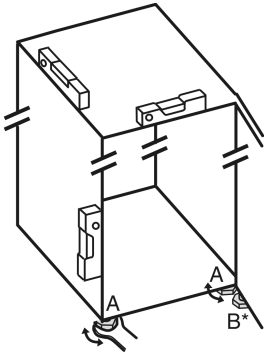

Fig. 24
- ▶ Відкручуйте ніжки Fig. 24 (A) наявним у комплекті гайковим ключем із відкритим зівом і за допомогою рівня, доки пристрій не стоятиме рівно на поверхні та його не буде вирівняно.
- ▶ Відкручуйте регульовану ніжку Fig. 24 (B) на опорному кронштейні наявним у комплекті гайковим ключем із відкритим зівом, доки вона не прилягатиме до підлоги.
- ▶ Поверніть регульовану ніжку Fig. 24 (B) ще на 90°.